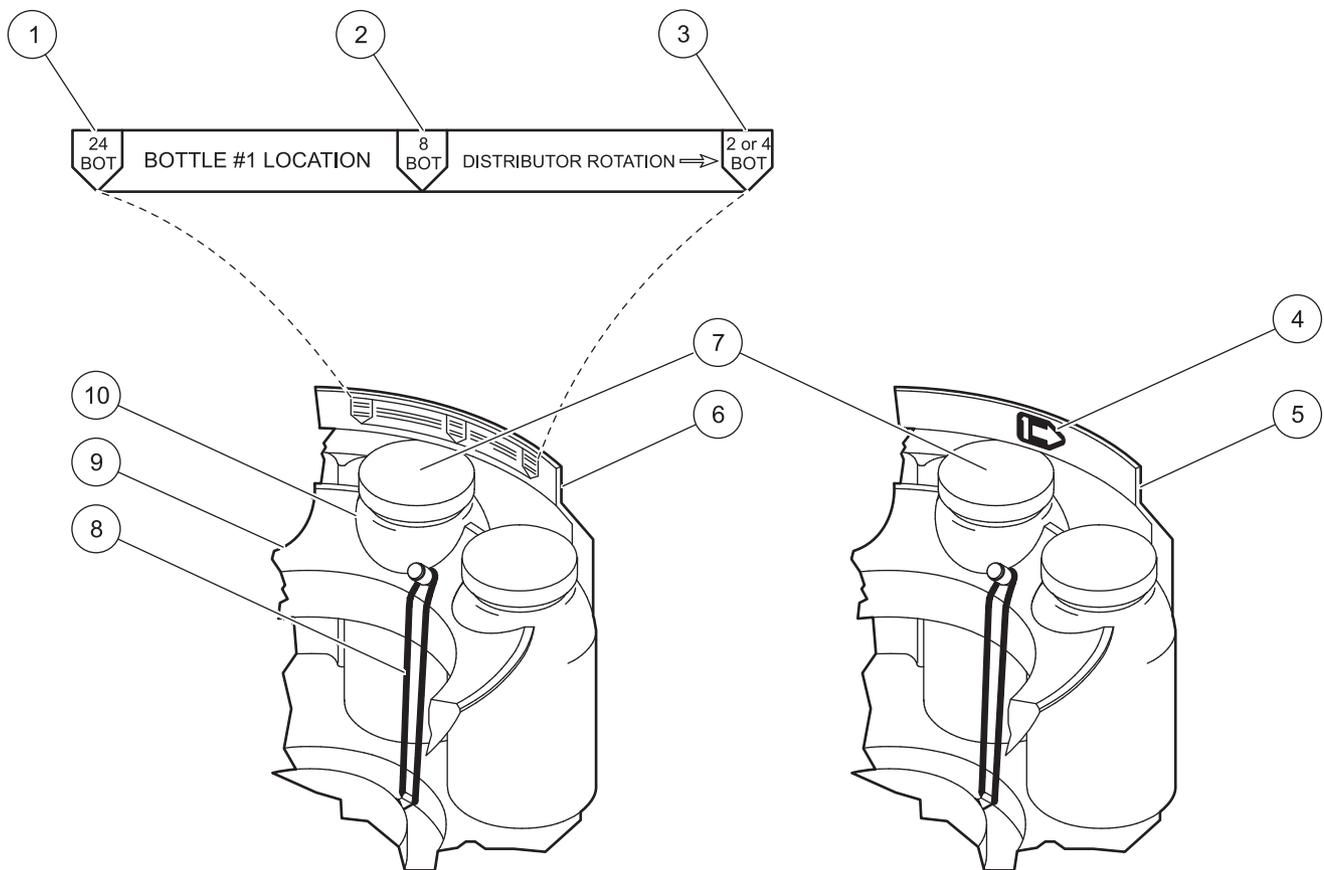
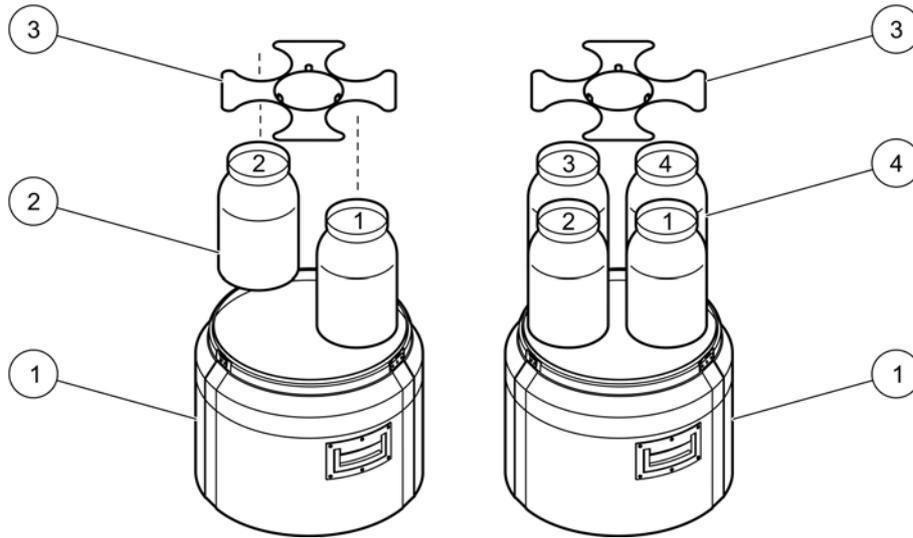

图 8 瓶号 1 的位置
图 9 2 和 4 瓶 安装
**说明：** 请参见图 2 “图 9 “图 1”，以确保使用正确的样品采集瓶、采样器底座和定位器。
将第一个样品采集瓶（1 号）放置在采样器底座的标签下（请参阅 图 8）。根据标签说明的位置，按照升序逐号放置其余的采集瓶。
2. 如图 9 所示，将采集瓶放置到采样器底座上。排列采集瓶，使第一只瓶置于 2 或 4 BOT (图 8 “μ? 22 “\$° £) 标签下。
3. 将定位器安装在采集瓶前方，把手向上。用皮带固定 (图 9)。
2. 将采集瓶放置于底座上（请参阅图 8 ‘?’ 22 “\$° £’）。